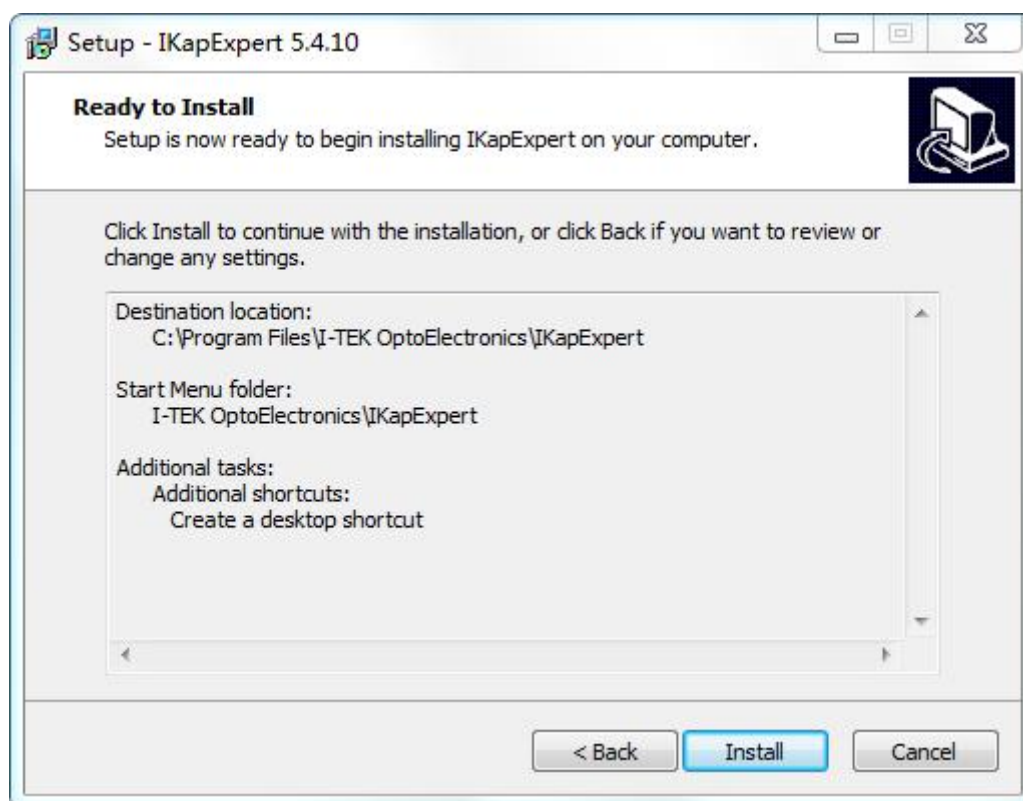

图 2 Vulcan-CL 驱动安装前界面
(3) 点击“Next”继续，直到出现如图 2 所示界面。点击“Install”继续。